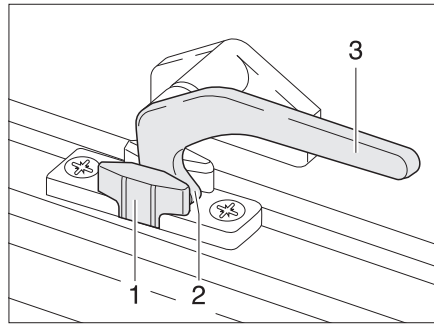
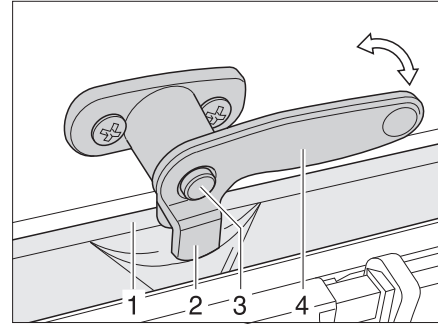

Fig. 69 Levier de verrouillage en position "Aération permanente"
Fig. 70 Levier de verrouillage avec bouton de sécurité en position "Aération permanente"
- En position "Aération permanente" (Fig. 69)
- Si présent, enfoncer le bouton de sécurité (Fig. 70,3) et le maintenir enfoncé.
- Tourner le levier de verrouillage (Fig. 69,3 ou Fig. 70,4) d'un quart de tour vers le centre de la fenêtre.
- Remettre le levier de verrouillage en position initiale. Le tenon de verrouillage (Fig. 69,2 ou Fig. 70,2) doit pénétrer alors dans le logement prévu à cet effet dans le verrouillage de fenêtre (Fig. 69,1 ou Fig. 70,1).